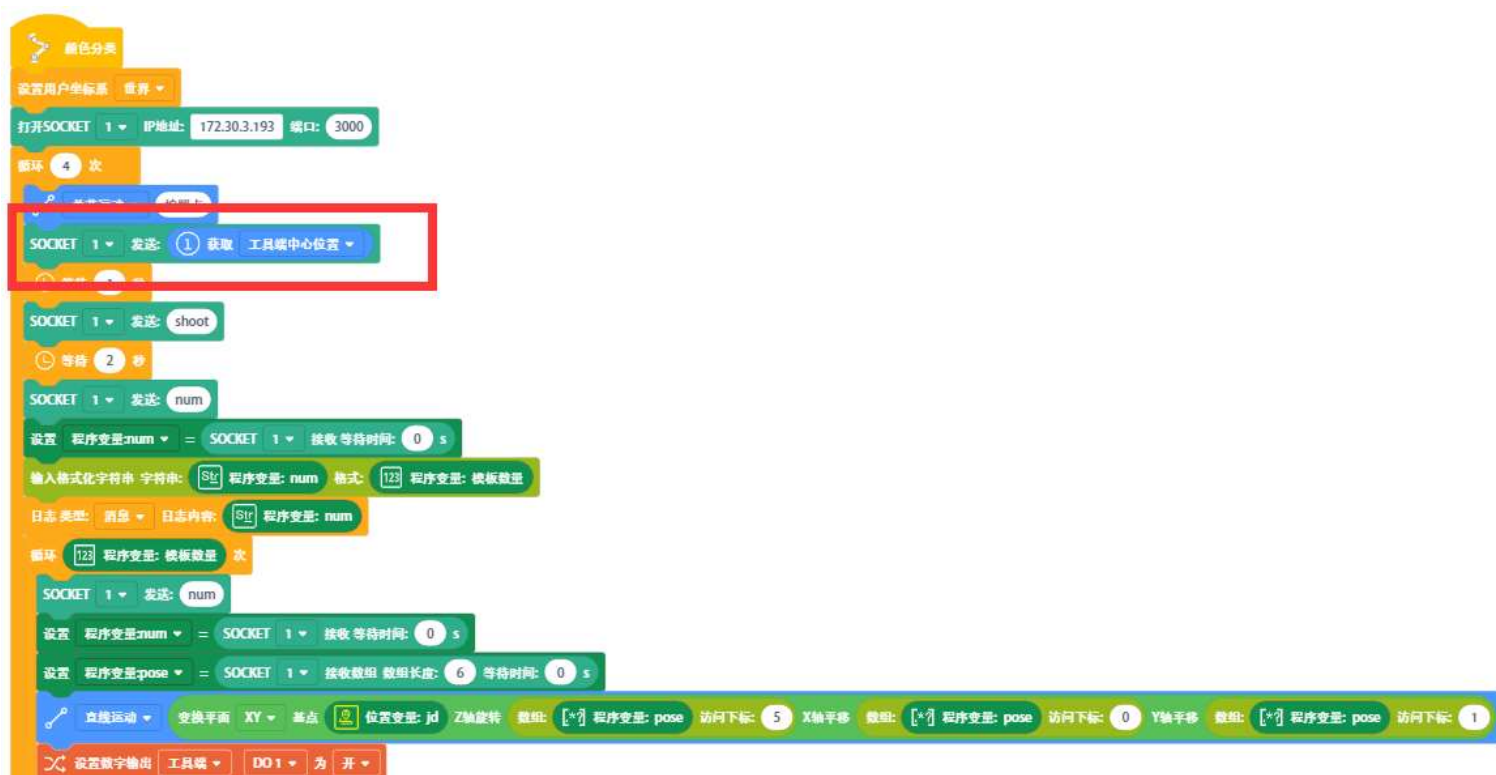

图 9.3.9 颜色识别机器人程序-手眼标定
**注意：**不同的标定类型对应的机器人程序会有细微区别，具体见图 9.3.9。